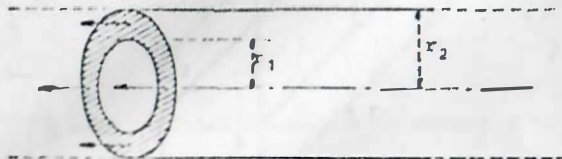

FIGURA P5.12
- 5.12 Un tubo conductor cilíndrico hueco y largo, con las dimensiones mostradas en la figura P5.12, transporta una corriente  $I$  uniformemente distribuida en su sección transversal. Obtenga las expresiones que determinan la magnitud del campo magnético  $B$  en función de  $r$  para los intervalos siguientes: